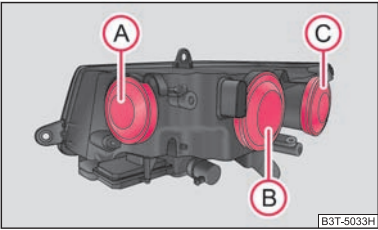

Fig. 210 Faros delanteros: Posición de montaje de las bombillas
Posiciones de las bombillas en el faro delantero ⇒ fig. 210.
- Quitar la caperuza protectora Ⓐ ⇒ página 260, fig. 210.
- Quitar la caperuza protectora Ⓑ ⇒ página 260, fig. 210.